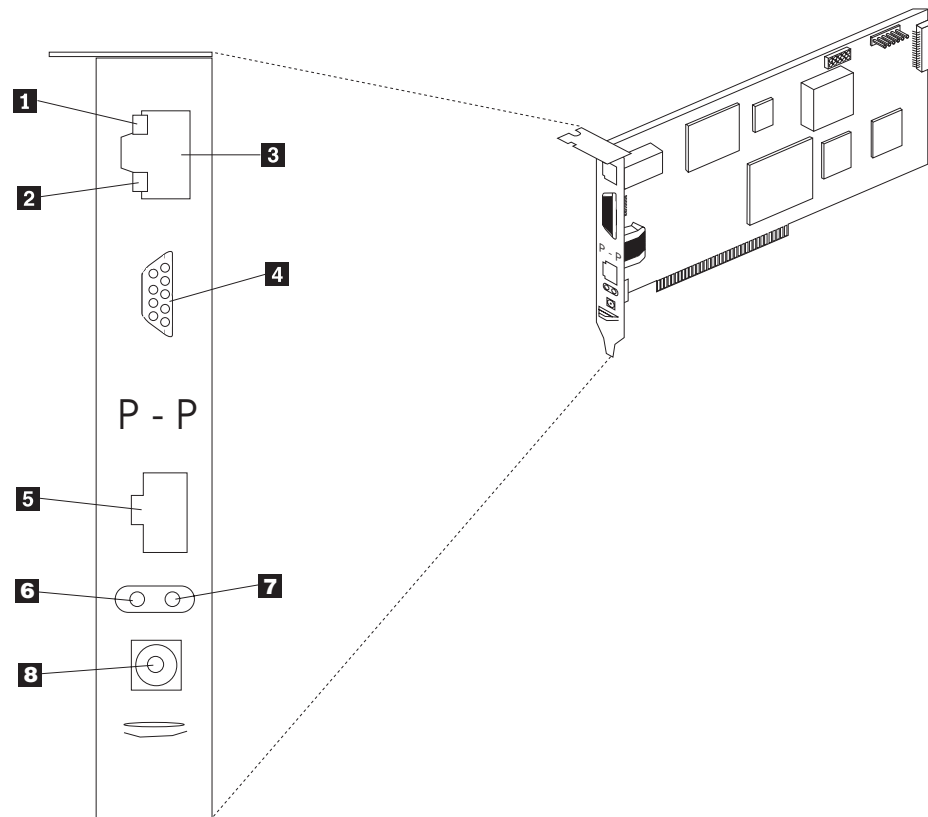

Figura 84. LEDs de Ethernet e portas externas na Placa Remote Supervisor
2. Verifique os LEDs Ethernet. A localização dos LEDs é mostrada na Figura 84.